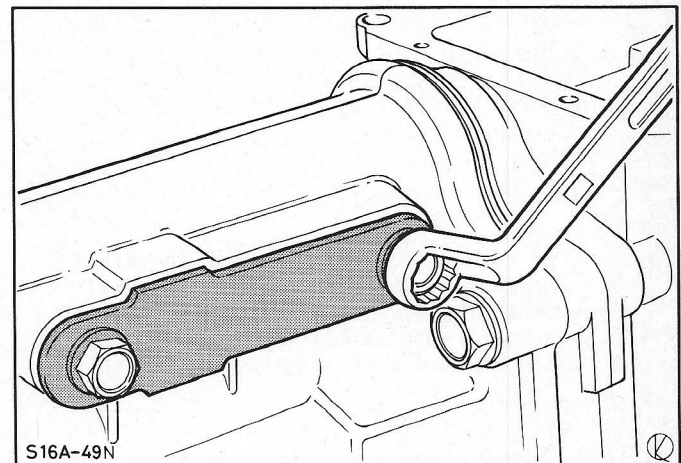

Fig. 8 Grendelplaat en grendelstift van de 5e versnelling met veer uit staartstuk nemen.
9. Verwijder de grendelplaat en de grendelstift van de 5e versnelling met veer uit het versnellingsbakstaartstuk, fig. 8.